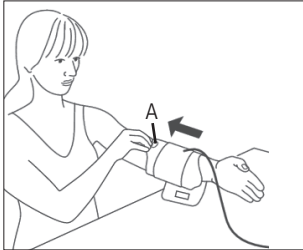

Рис. 1
- Измерение следует проводить на свободной от одежды руке. Если манжета находится в полностью развернутом виде, проденьте конец манжеты через металлическую скобу, чтобы образовалась петля. При этом застежка на липучке должна находиться снаружи. Возьмите манжету за язычок А (см. рис. 1) и натяните на плечо.